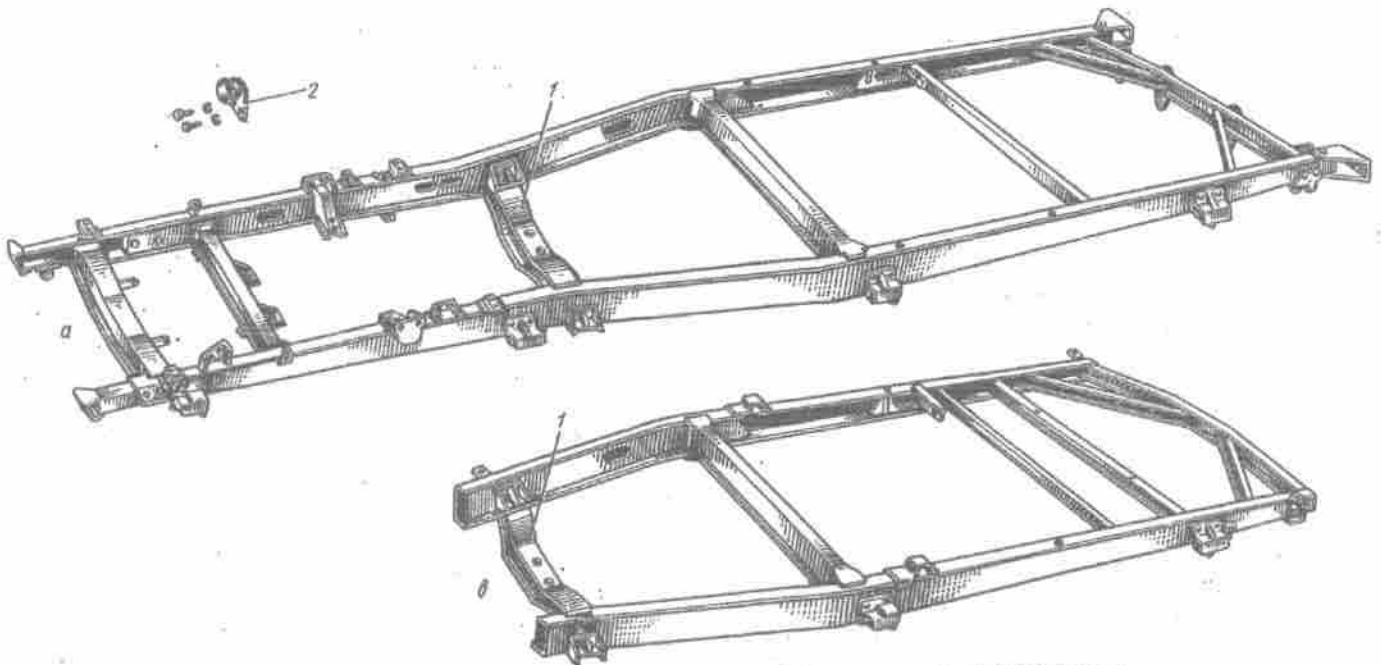

Bild 181. Rahmen des Kraftwagens YA3-451M und seiner Modifikationen:
- für Kraftwagen YA3-451M (Bild 181, a);
- für Kraftwagen YA3-451DM (Bild 181, b);